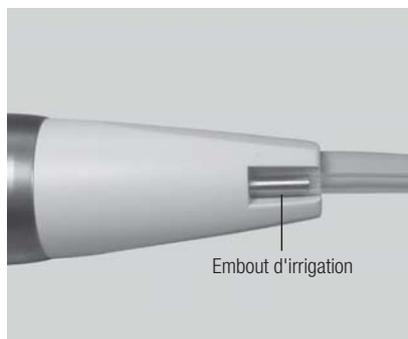

Fig. 11
- 4) Insérez l'autre insert du tube d'irrigation sur l'embout d'irrigation de la pièce à main. (Fig. 11)